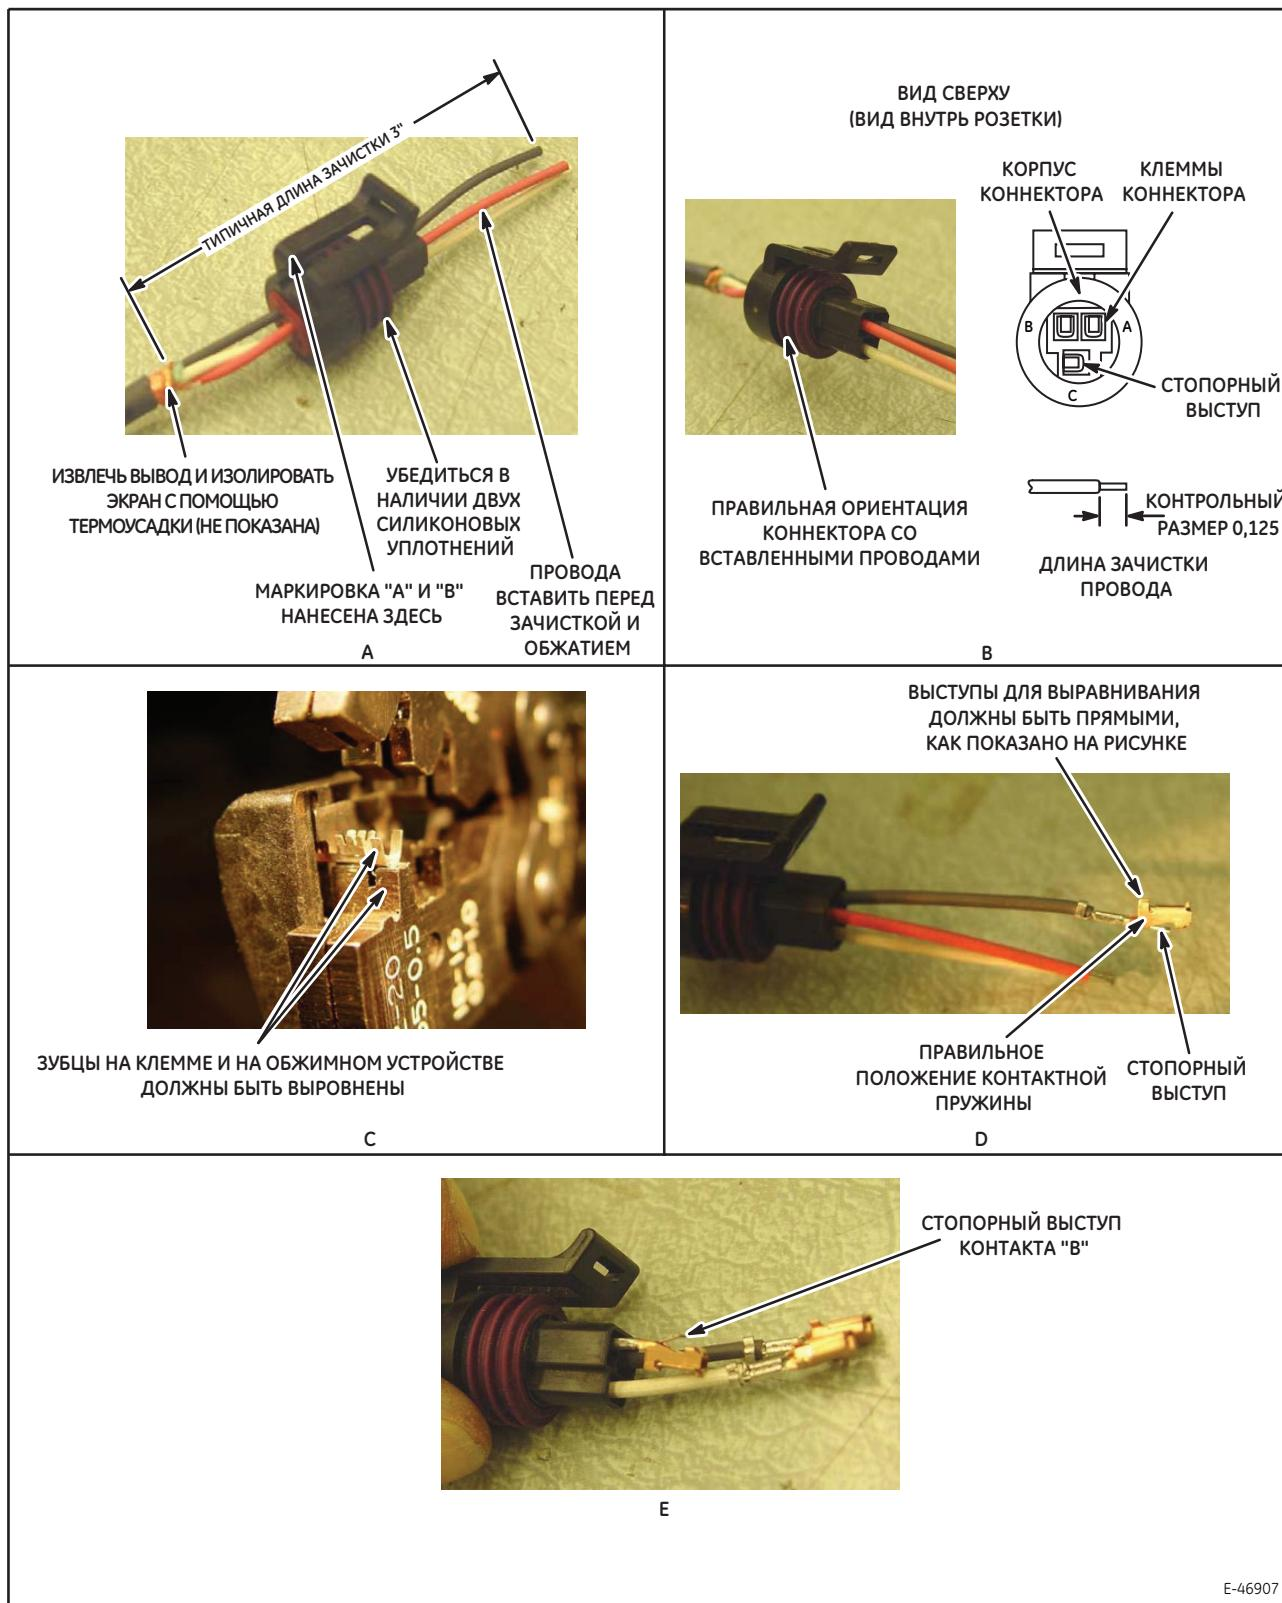

Рис. 9. Схема разъема
2. Убедиться, что давление воздуха во впускном компрессоре находится в пределах нормальных значений для текущего режима работы и увеличивается под нагрузкой. В противном случае выполнить следующие действия (Рисунок 9):
- 1) Убедиться, что напряжение между контактом А (Общий) и контактом В (+5 В постоянного тока) составляет 5 В постоянного тока со стороны пучка разъема. Схема выводов показана на Рисунок 9.
ПРИМЕЧАНИЕ: Дополнительные сведения см. в Рисунок 9.